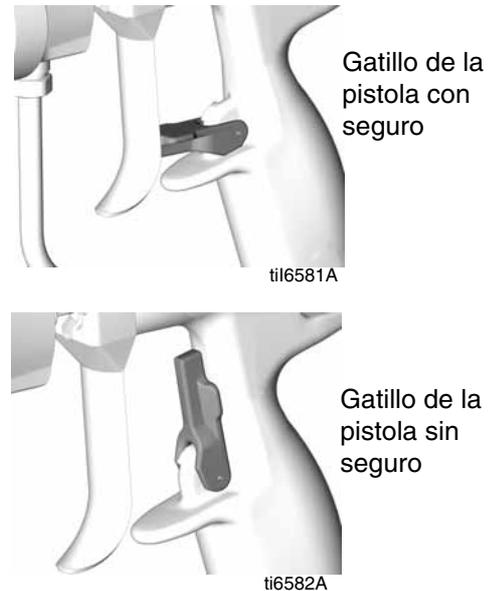

FIG. 3. Seguro del gatillo
Vea la FIG. 3. Enganche siempre el seguro del gatillo de la pistola cuando deje de pulverizar para evitar que la pistola se dispare accidentalmente con la mano, o si se cae o golpea.
1. Vea la FIG. 3. Coloque el seguro del gatillo de la pistola. Retire el protector de boquilla y la boquilla de pulverización de la pistola. Consulte el manual de la pistola.